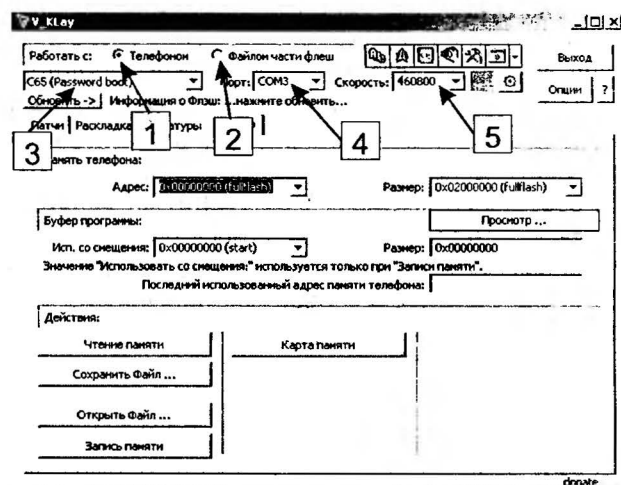
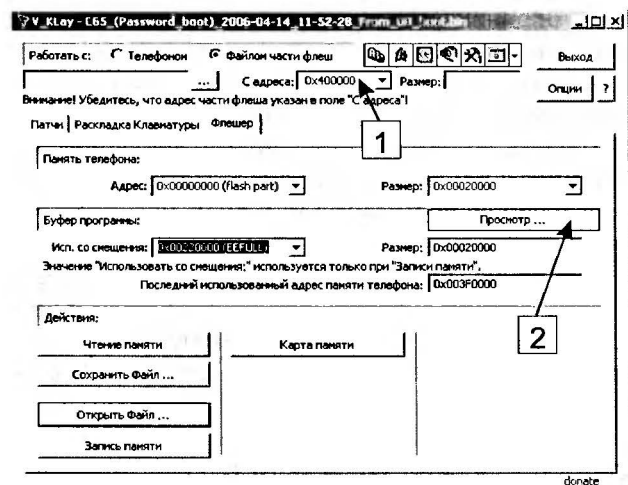
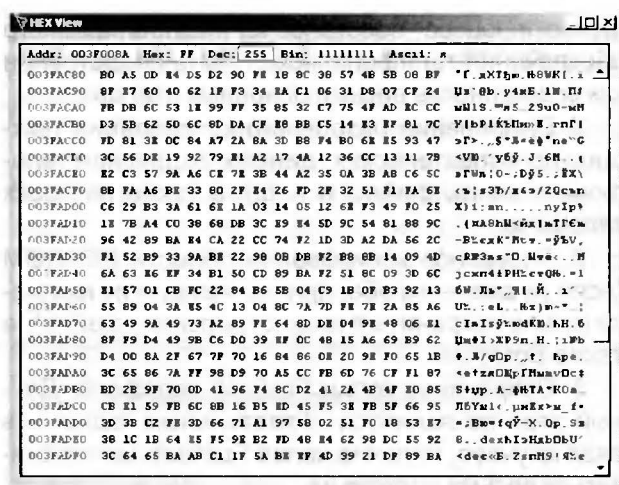

Рис. 1.1.8 Основное диалоговое окно программы V_Klay в режиме работы с телефоном
Рис. 1.1.9 Основное диалоговое окно программы V_Klay в режиме работы с частью Fullflash
Рис. 1.1.28. Просмотр и редактирование загруженной части fullflash
Любые операции с частями Fullflash телефона возможны только через DATA-кабель. Классификация и особенности DATA-кабелей для телефонов SIEMENS 35/45/55/65/75 серий приведена выше. Основное диалоговое окно программы V_Klay состоит из общей части и трех вкладок (рис. 1.1.8). На общей части необходимо выбрать объект (телефон 1 на рис. 1.1.8) или предварительно сохраненный файл части Fullflash (2 на рис. 1.1.8). При работе с телефоном следует указать метод доступа к памяти телефона (3), COM-порт (4) и скорость его работы (5). При работе с частью Fullflash необходимо указать его начальный адрес (1 на рис. 1.1.9).
V_Klay предоставляет возможность предварительного просмотра и редактирования информации, загруженной в буфер программы. Для этого нажимают кнопку «Просмотр...», расположенную справа от надписи «Буфер программы» (2 на рис. 1.1.9). На экран будет выведено диалоговое окно, приведенное на рис. 1.1.28. В верхней части данного диалогового окна указан адрес позиции курсора, значение данного байта в шестнадцатеричной и десятичной системах счисления, а также соответствующий ASCII-символ.